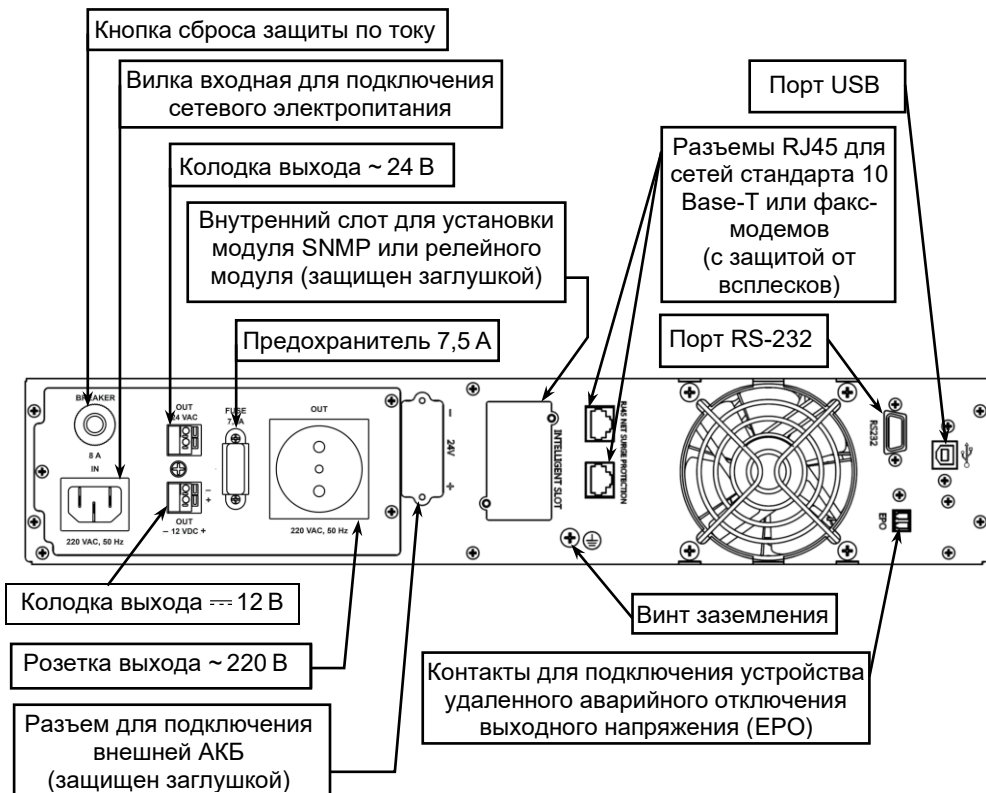

Рисунок 2 – Общий вид задней панели изделия
- вентилятор охлаждения и разъемы коммутационных портов (см. рисунок 2);
Соедините винт заземления изделия (см. рисунок 2) с контуром заземления телекоммуникационного шкафа перемычкой заземления (в комплект поставки не входит).
- подключите к выходной розетке с маркировкой «220 VAC, 50 Hz» кабель питания нагрузки (см. рисунок 2);
Изделие также оснащено интеллектуальным слотом (см. рисунок 2), предназначенным для установки модуля SNMP или модуля реле. Использование SNMP или релейного модуля обеспечивает расширенные возможности связи и мониторинга изделия.